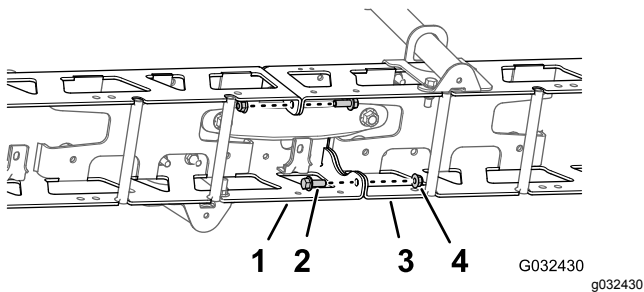

Figura 50
- Retire los 2 pernos con arandela prensada (3/8" x 1") y las 2 contratuercas (3/8") que sujetan las pestañas verticales de los perfiles izquierdo y derecho del travesaño (Figura 50).